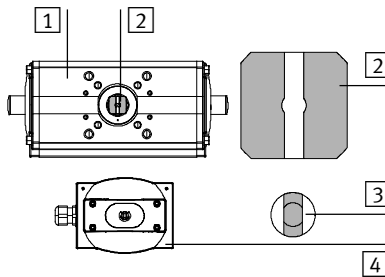

Fig. 9
5. Richten Sie die Welle der Sensorbox mit einem geeigneten Werkzeug bzw. mithilfe der Kupplung so aus, dass die Welle der Sensorbox, die Kupplung und die Welle des Schwenkantriebs in gewünschter Weise ineinander greifen (Beispiel siehe Fig. 9).